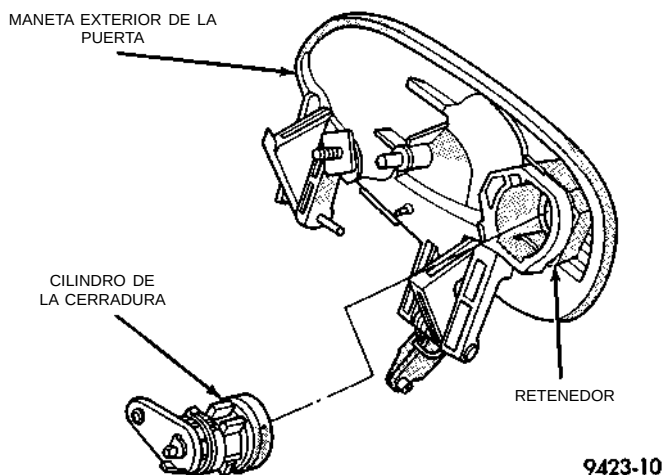

Fig. 29 Cilindro de la cerradura de la puerta
- (1) Retire el panel tapizado de la puerta y el protector contra el agua.
- (2) Cierre el cristal de la puerta.
- (3) Desconecte la varilla de bloqueo de la puerta del pestillo.
- (4) Retire el collarín que sujeta el cilindro de la cerradura a la maneta de la puerta.
- (5) Extraiga el cilindro de la cerradura de la maneta de la puerta (Fig. 29).